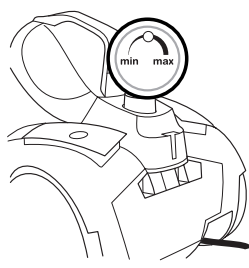

рис. 8
- Во время работы вы можете регулировать мощность всасывания регулятором мощности на корпусе (рис. 8), а мощность воздушного потока регулятором, расположенным на ручке гибкого шланга (№14 на схеме устройства).